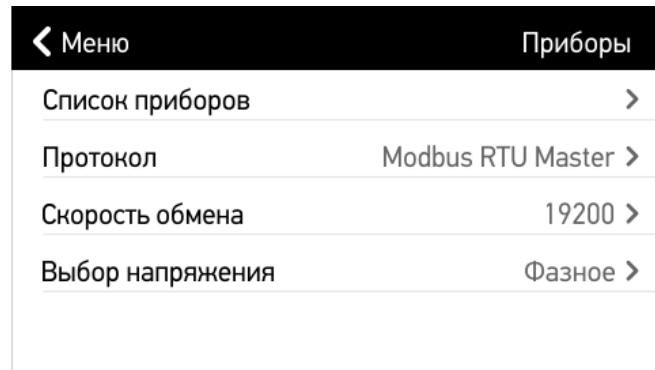

Рисунок 5.23. «Настройки» -> «Приборы».
- «**Приборы**» содержит информацию обо всех записанных в модуль индикации измерительных приборах и протоколе взаимодействия между ними (рисунок 5.23).